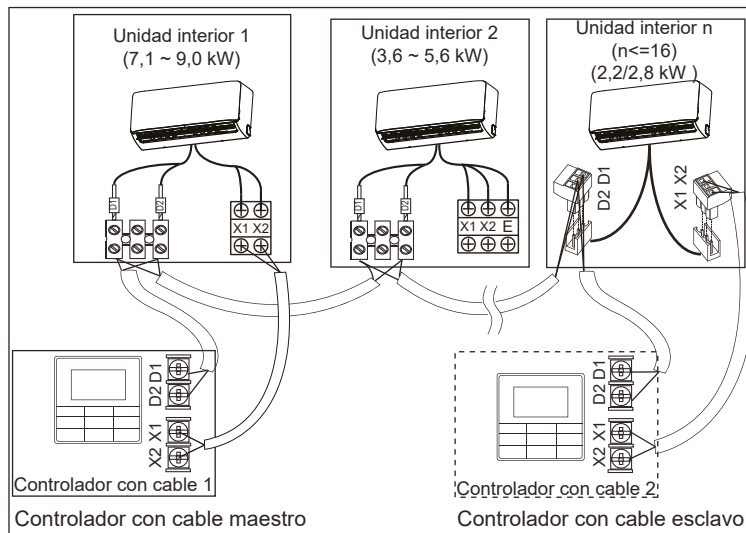

Figura 24
- Utilice 1 controlador con cable para controlar varias unidades interiores o 2 controladores con cable (un controlador maestro y un controlador esclavo) para controlar varias unidades interiores (vea la Figura 24);